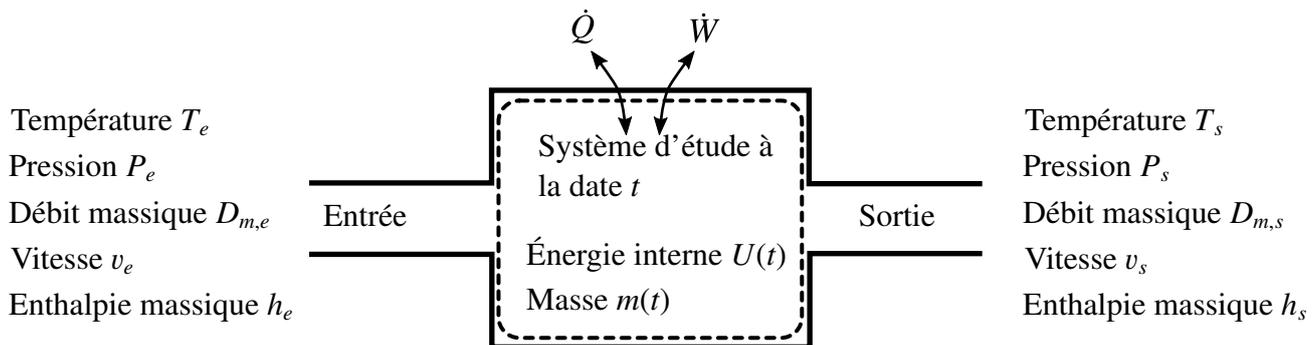

Figure 1 - Représentation schématique d'un système ouvert
On s'intéresse au système ouvert décrit par la **figure 1**. Ce système possède une entrée et une sortie de matière où la température T , la pression P , la vitesse v , le débit massique D_m et l'enthalpie massique h sont définis. Le système échange algébriquement, avec le milieu extérieur, la puissance thermique \dot{Q} et la puissance utile \dot{W} . Les débits massiques $D_{m,e}$ et $D_{m,s}$ sont positifs. Il n'y a pas de travaux dérivant d'une énergie potentielle.
- Q1.** Rappeler l'unité des grandeurs \dot{W} , \dot{Q} et D_m mentionnées sur la **figure 1**.
- Q3.** À l'aide d'un bilan énergétique, établir l'expression du premier principe de la thermodynamique en régime stationnaire pour le système ouvert représenté sur la **figure 1**. On mettra le résultat sous la forme :